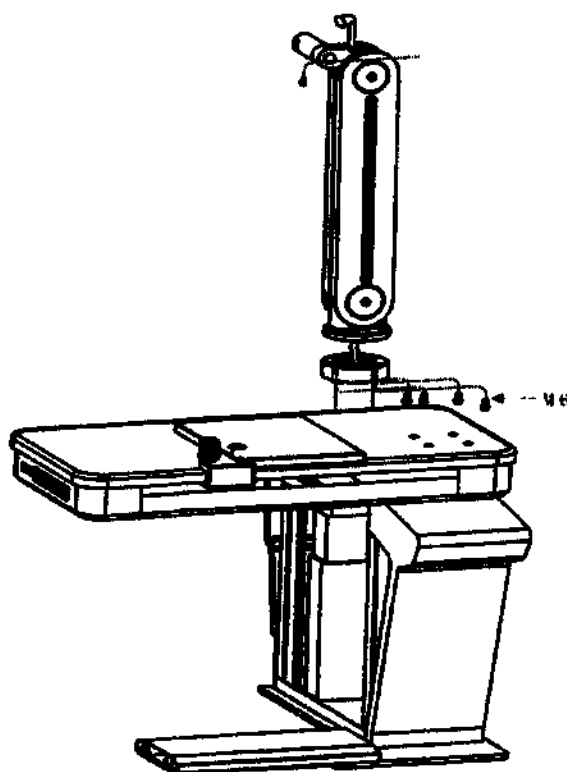

Рис.4
- 11) установка электрического поворотного рычага: подключите общее питание, включите выключатель питания и нажмите переключатель подъема поворотного рычага, чтобы фланец поворотного рычага поднялся до вершины (для установки винта снизу вверх). Отключите общее питание, вытащите шнур питания из розетки и вставьте кабель поворотного рычага во фланец поворотного рычага, соедините с основной платой и плотно закрепите поворотный рычаг и фланец поворотного рычага. Затем поместите бычий глаз в поворотный рычаг и закрепите его. (см. рис. 4)